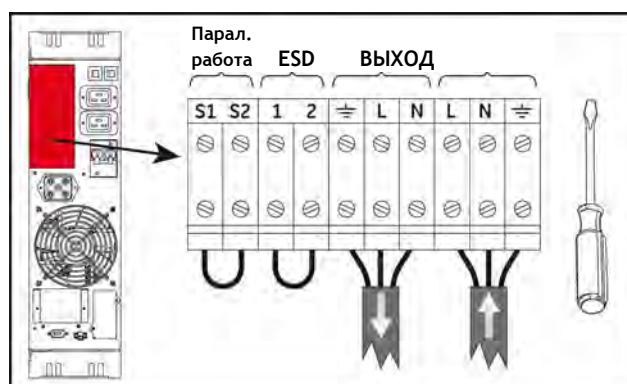

рис. 3.3.6.c
- Установите на место терминальную крышку (рис. 3.3.6.d).